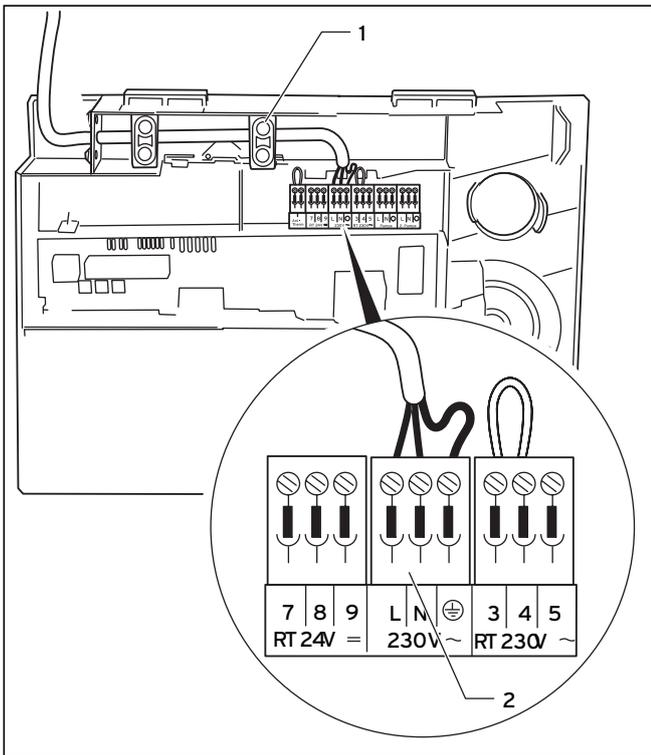

Abb. 5.7 Anschluss der Netzzuleitung
- Sichern Sie die Leitungen mit den Zugentlastungen (1, Abb. 5.7 und 5.8).
- Verlegen Sie die Netzzuleitung zur Anschlussebene im Schaltkasten wie in Abbildung 5.7 gezeigt.
- Sichern Sie die Leitungen mit der Zugentlastung (1).
- Klemmen Sie die Netzzuleitung an den dafür vorgesehenen Klemmen \oplus , N und L des System ProE an (2).